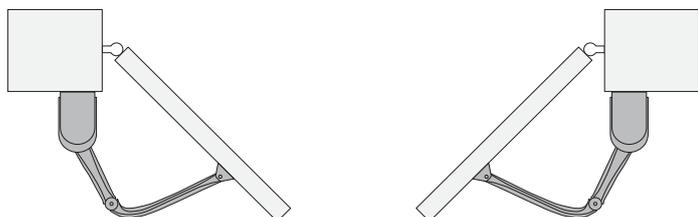

**Fig.19**
08. Rimontare il coperchio e fissare le due viti **fig. 19**;